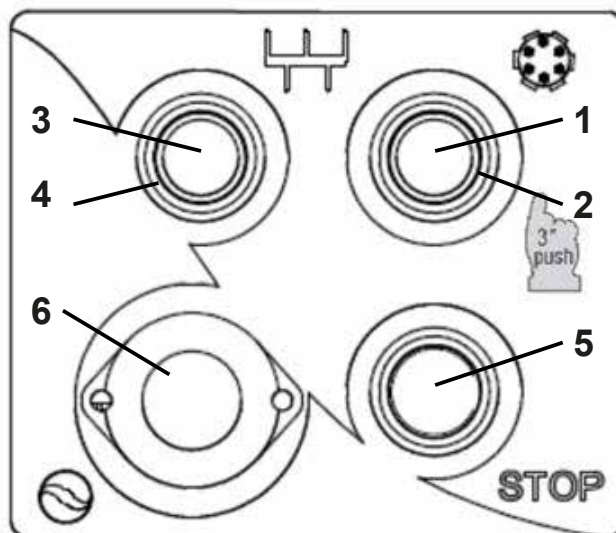
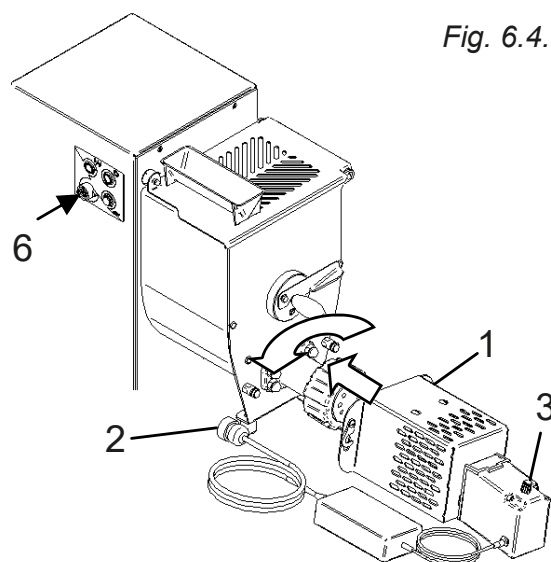

Fig. 3.1.1
Fig. 6.4.1
Premere il pulsante di marcia ("1" Fig. 3.1.1).
### **5.3 - Verifica efficienza del pulsante di arresto (fig. 3.1.1)**
### **5.4 - Avviamento della macchina (fig. 3.1.1)**
Per avviare la macchina, basta premere il pulsante di trafilazione (1) o miscelamento (3) Fig. 3.1.1, dopo aver collegato correttamente la spina alla presa della corrente elettrica e la macchina si aziona.
### **5.5 - Arresto della macchina (fig. 3.1.1)**
Per arrestare la macchina, premere il pulsante di arresto, "5" Fig. 3.1.1.
3. Avviare la macchina in modalità impastatrice tramite il pulsante "3" (fig 3.1.1)
1. Avviare la macchina in modalità trafilatrice tramite il pulsante 1 (fig 3.1.1) e trafilare circa 50g di prodotto per pulire il canale di estrusione
3. Avviare la macchina in modalità trafilatrice tramite il pulsante 1 (fig 3.1.1)
1. Agganciare l'applicazione tagliapasta "1" (fig 6.4.1) sui perni frontali della macchina pasta.
2. Innestare il connettore "2" (fig. 6.4.1) nel connettore "6" (fig 3.1.1)
4. Agire sul potenziometro "3" (fig. 6.4.1) per variare la velocità del coltello tagliapasta in modo da tagliare la pasta alla lunghezza desiderata